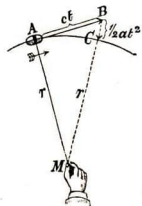

Abb. 46. Schleuder
1. Die einfachste Kreisbewegung ergibt sich, wenn man z. B. einen Körper an einer straff gespannten Schnur, die am Ende ( $M$  in Abb. 46) festgehalten wird, rasch im Kreise herumlaufen läßt. (Schleuder.)